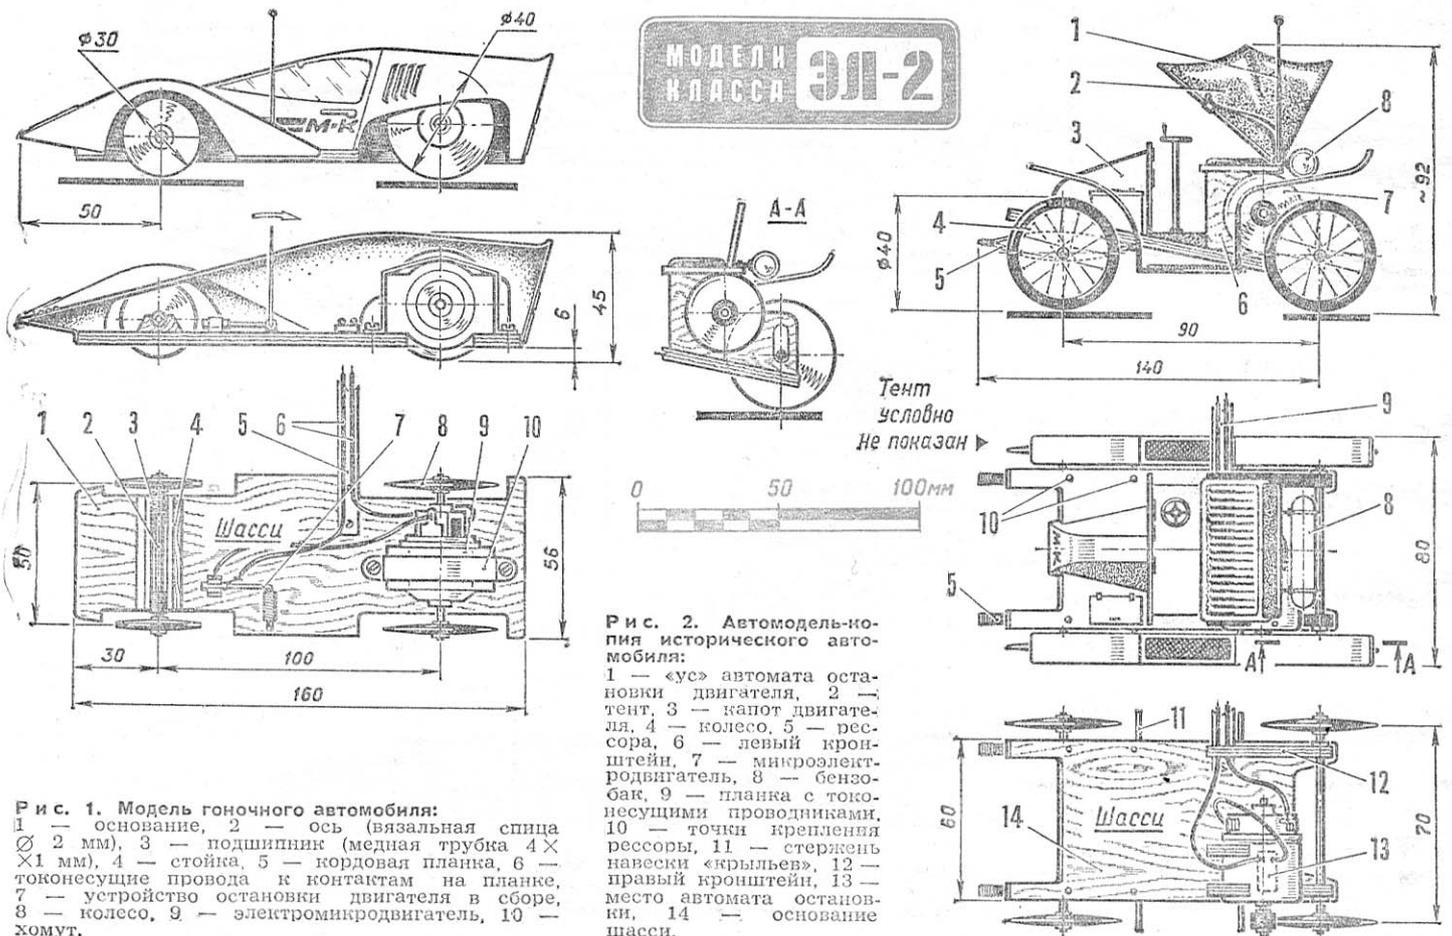

Рис. 1. Модель гоночного автомобиля:
**Рис. 1.** Скоростная кордовая учебная модель самолета: 1 — двигатель, 2 — крыло, 3 — топливный бак, 4 — тяга руля высоты, 5 — фюзеляж, 6 — стабилизатор, 7 — руль высоты, 8 — обшивка крыла, 9 — точка крепления направляющего узла.